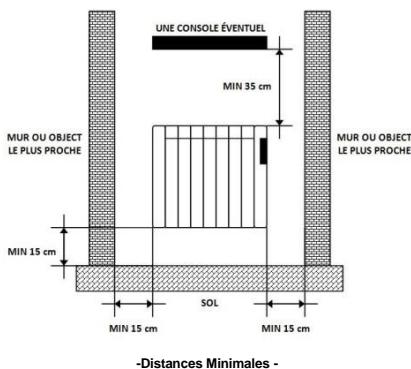

Fig.1
- Le radiateur doit être à une distance d'au moins 15 cm par rapport à tout matériau combustible (rideaux, meubles, fauteuils, etc). (Fig.1)